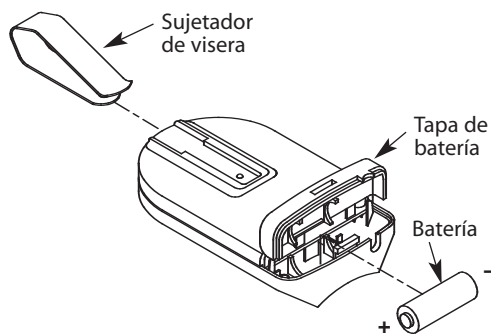

Fig. 3
Paso 5-3 Acople el sujetador de visera al transmisor Fig. 3